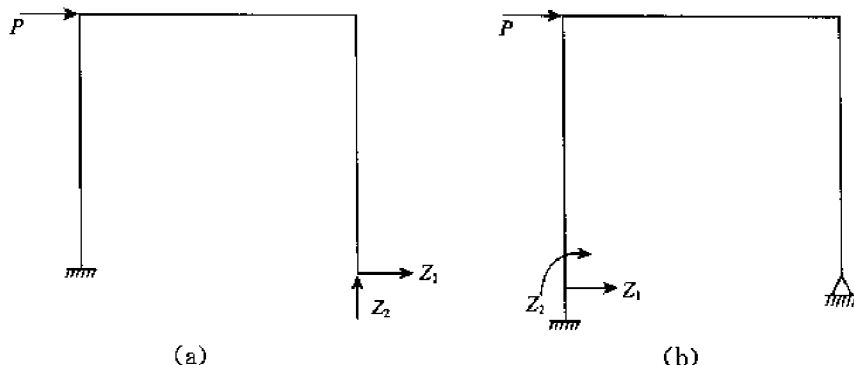

图 10-19
(2) 原结构的两处基本静定系统分别如图 10-19(a) 和 (b) 所示。
(3) 对于图 10-19(a) 所示的基本静定系统, 其力法正则方程是: